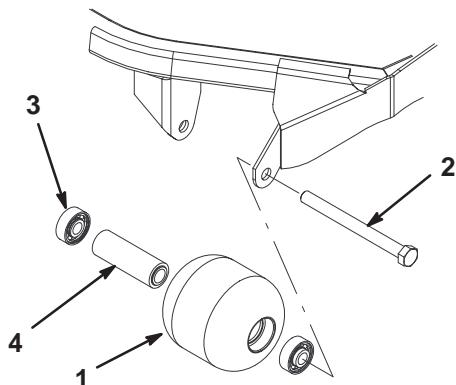

Bild 16
1. Nehmen Sie die Befestigungsschraube der Rolle ab (Bild 16).
4. Prüfen Sie das Rollengehäuse, die Lager und das Distanzstück des Lagers auf Beschädigungen (Bild 16). Tauschen Sie beschädigte Teile aus und bauen Sie alles wieder zusammen.
1. Drücken Sie das erste Lager in das Rollengehäuse (Bild 16). Drücken Sie dabei nur auf den äußeren Käfig oder gleichmäßig auf die inneren und äußeren Käfige.
2. Setzen Sie das Distanzstück ein (Bild 16).
3. Drücken Sie das zweite Lager in das Rollengehäuse ein (Bild 16). Pressen Sie dabei gleichmäßig auf den inneren und den äußeren Käfig, bis der innere das Distanzstück berührt.